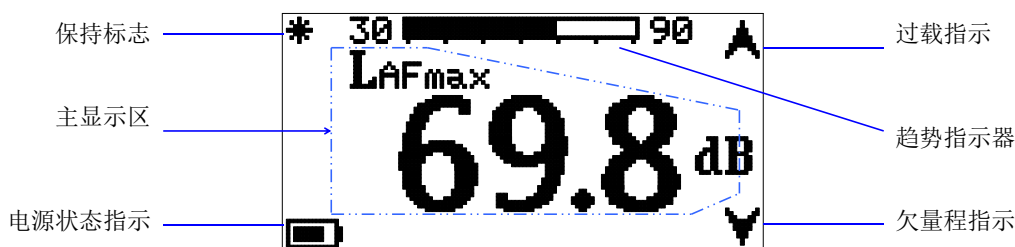

图 11 测量最大时间计权声级时的显示器
4.6.3.1 HY114B 和 HY114D 的模式选择开关置于“保持”时,可测量某一时段的 A 频率计权 F 时间计权声级或 C 频率计权 F 时间计权声级的最大值,该最大值是通过保持电路获得的,故能捕获短促噪声的最大时间计权声级。测量最大时间计权声级时显示器的界面如图 11 所示。